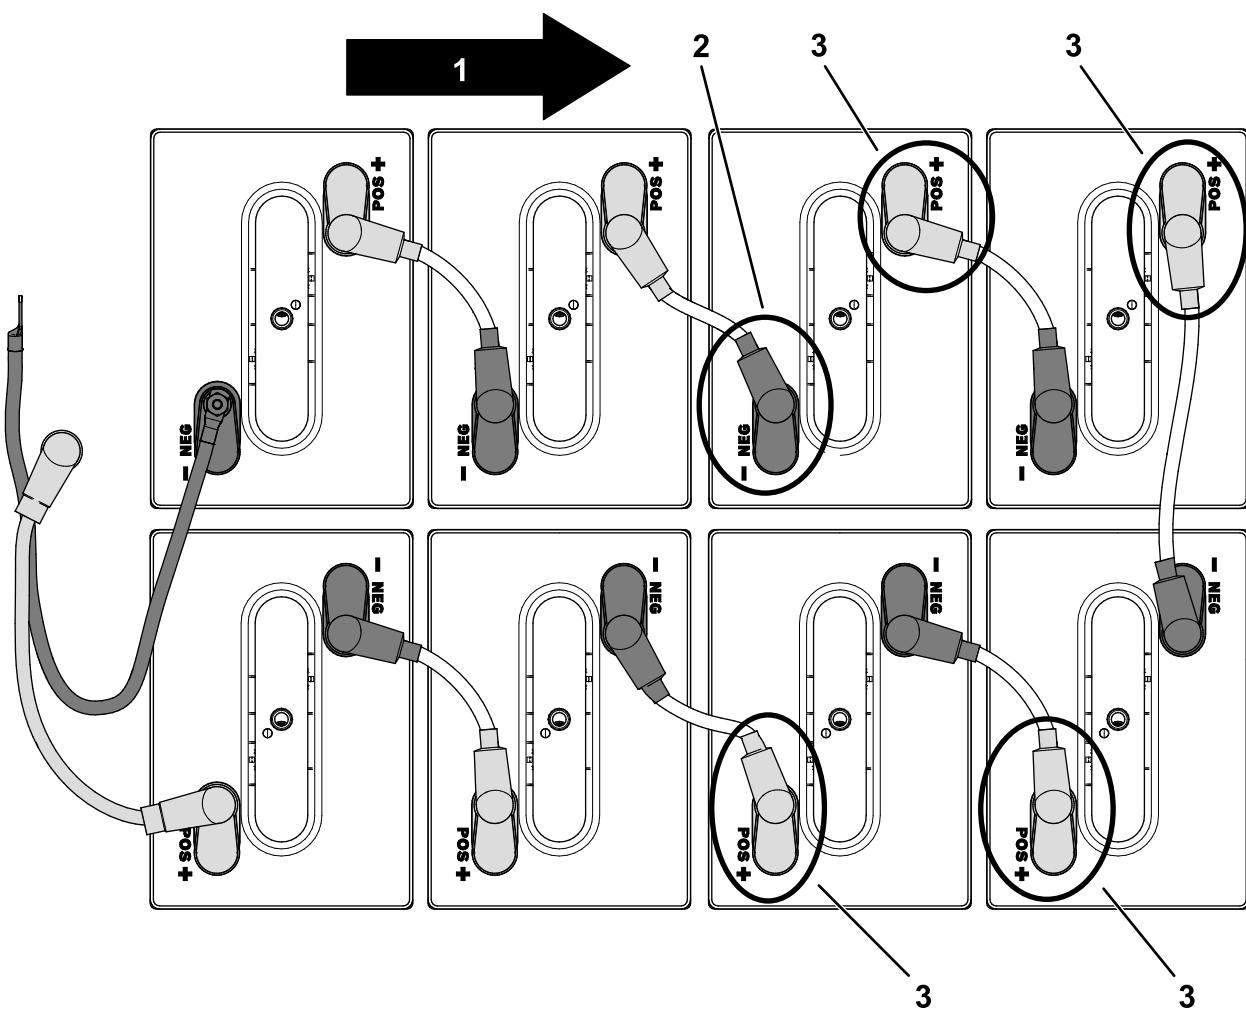

图99
**重要事项** 确保电池按照拆卸时的方向安装请参阅 图99
4. 连接前电池托盘中前面4个电池的正极(+)端子图99。
5. 如图99所示连接负极(-)端子。